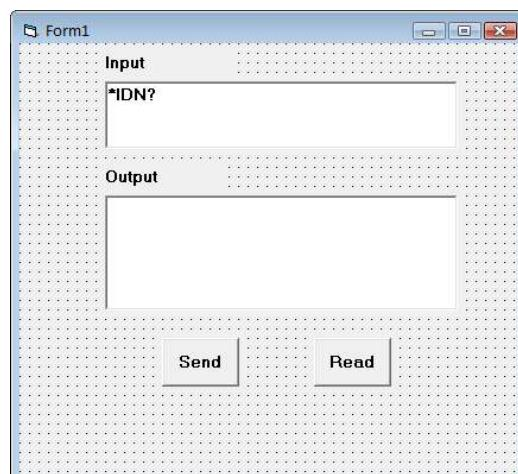

图 4-2-2
3. 添加名称分别为 Input 和 Output 的 Label、两个 TextBox 以及名称分别为 Send 和 Read 的 CommandButton。并把 Input 下的 TextBox 的属性中的 Text 设置为 *IDN?的初始状态。如图 4-2-2 所示。